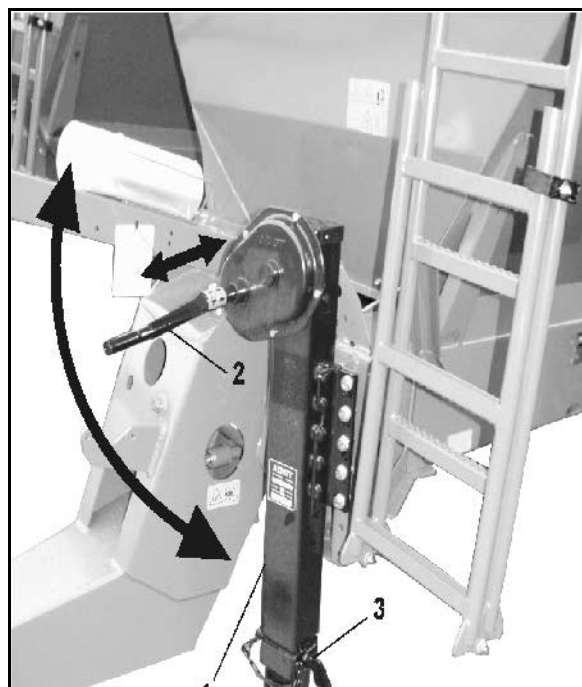

Fig. 36
1. Veva upp stödbenet (Fig. 36/1) med vevanordningen (Fig. 36/2), ända upp till anslaget.
2. Dra ut sprinten (Fig. 36/3) ur stödbenet.
4. Montera sprinten i den undre borrhningen (Fig. 36/4) och lås med låssprint.